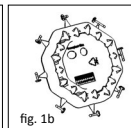
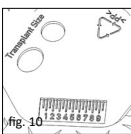

fig. 1b
fig. 10
■ **fig. 1b/10** De innarbeidete sjablonene på baksiden av sizer disken (fig. 1b) viser minimal størrelse for transplantatet for underføring av trommehinnen (fig. 10). Oval: ved oval hodeplate på protesen
■ **fig. 10** Millimeterskalaen brukes til generelle sammenli- gnende målinger, noe som kan være nyttig i rammen av en mellomøreoperasjon. Baksiden kan prinsipielt også brukes som underlag eller prepareringsområde for diver- se prosedyrer som for eksempel bearbeidning av trans- plantat eller mellomlagring.